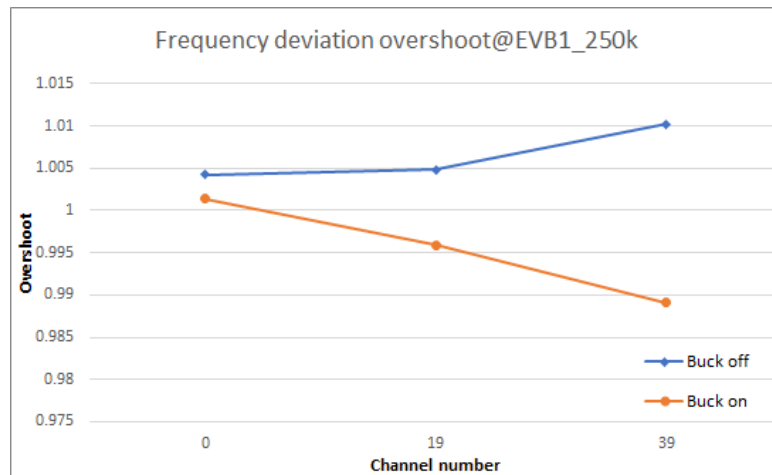

图 11. 降压时的频率偏差 @ 250 kbit/s
- 图 11 显示了在降压状态下 GFSK 数据速率为 250 kbit/s 时的频率偏差测量结果。